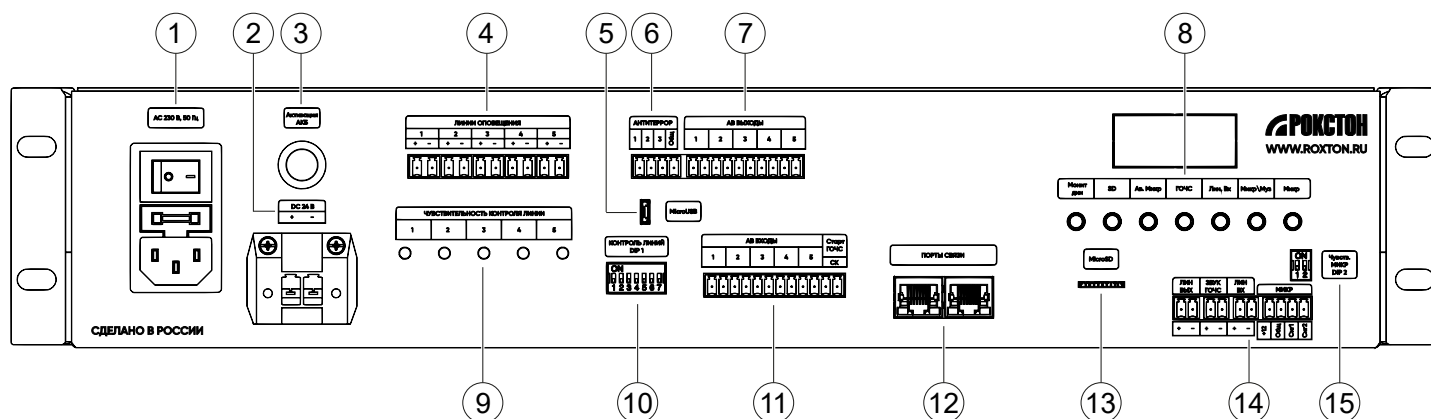

Рисунок 4 — Разъемы коммутации прибора SX
| 1 | Пожарная индикация:Светодиод « Микрофон » активируется при использовании аварийного микрофона (тангента, рис. №1, разъем №15);Светодиод « Пожар » активируется при получении сигнала (СК) от ППКП на аварийные входы (рис. 4, разъем №11);Светодиод « ГОЧС » активируется при получении сигнала (СК) от блока сопряжения с системой ГОЧС на аварийные входы (рис. 4, разъем №11, ПУСК ГОЧС, СК).                                                                                                                                                                                                                                                                                                 |
1.5.3 Активация записанных сообщений **«Пожар»** осуществляется при помощи клеммного блока №11, клеммы 1-5 (Рис. 4). Возможна запись до 6 сценариев оповещения. Сообщения должны находиться в папках с префиксом «Z», в корне папки «Fire». Структура и активация сообщений описана в таблице №8. Для активации сообщений необходимо замкнуть указанную контактную группу. Настройка зон активации осуществляется после активации входа при помощи кнопок линий оповещения (Рис.1 поз. 5). Устройство запоминает указанные зоны для последующей активации. Возможна настройка зон оповещения через ПК (п. 2.4.3.2). При получении нескольких сигналов активации на контактные группы, воспроизведение сообщений будет осуществляться в порядке очереди полученных сигналов по времени.
1.5.4 Активация записанных сообщений **«Антитеррор»** осуществляется при помощи клеммного блока (Рис. 4 поз.6). Два типа настройки указаны в пунктах 1.5.6 и 1.5.7.